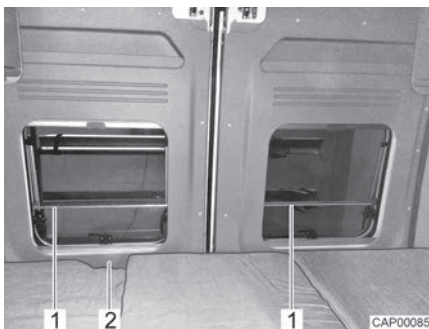

Fig. 72 Protección contra caídas (cama trasera longitudinal)
- Las ventanas de las puertas traseras están equipadas con una protección contra caídas (Fig. 72,1). La puerta trasera se puede abrir desde el interior a través del orificio (Fig. 72,2).